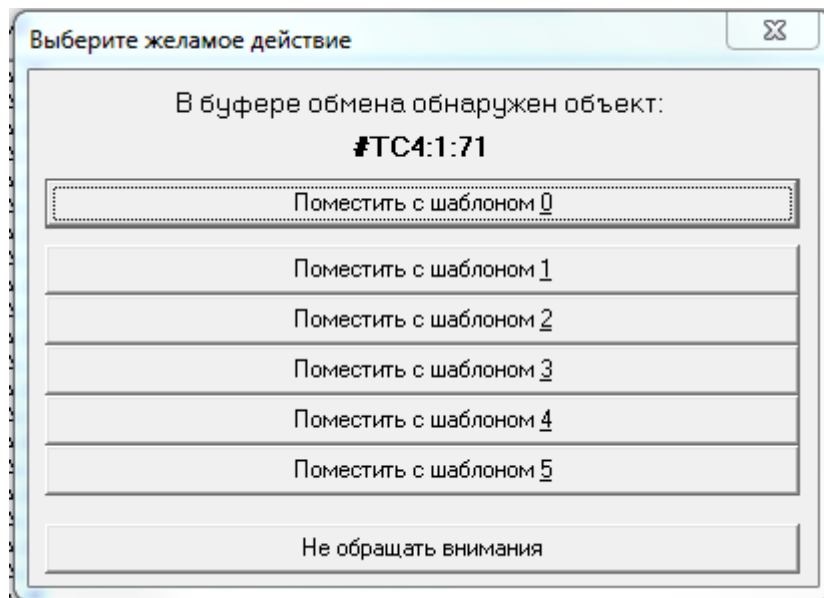
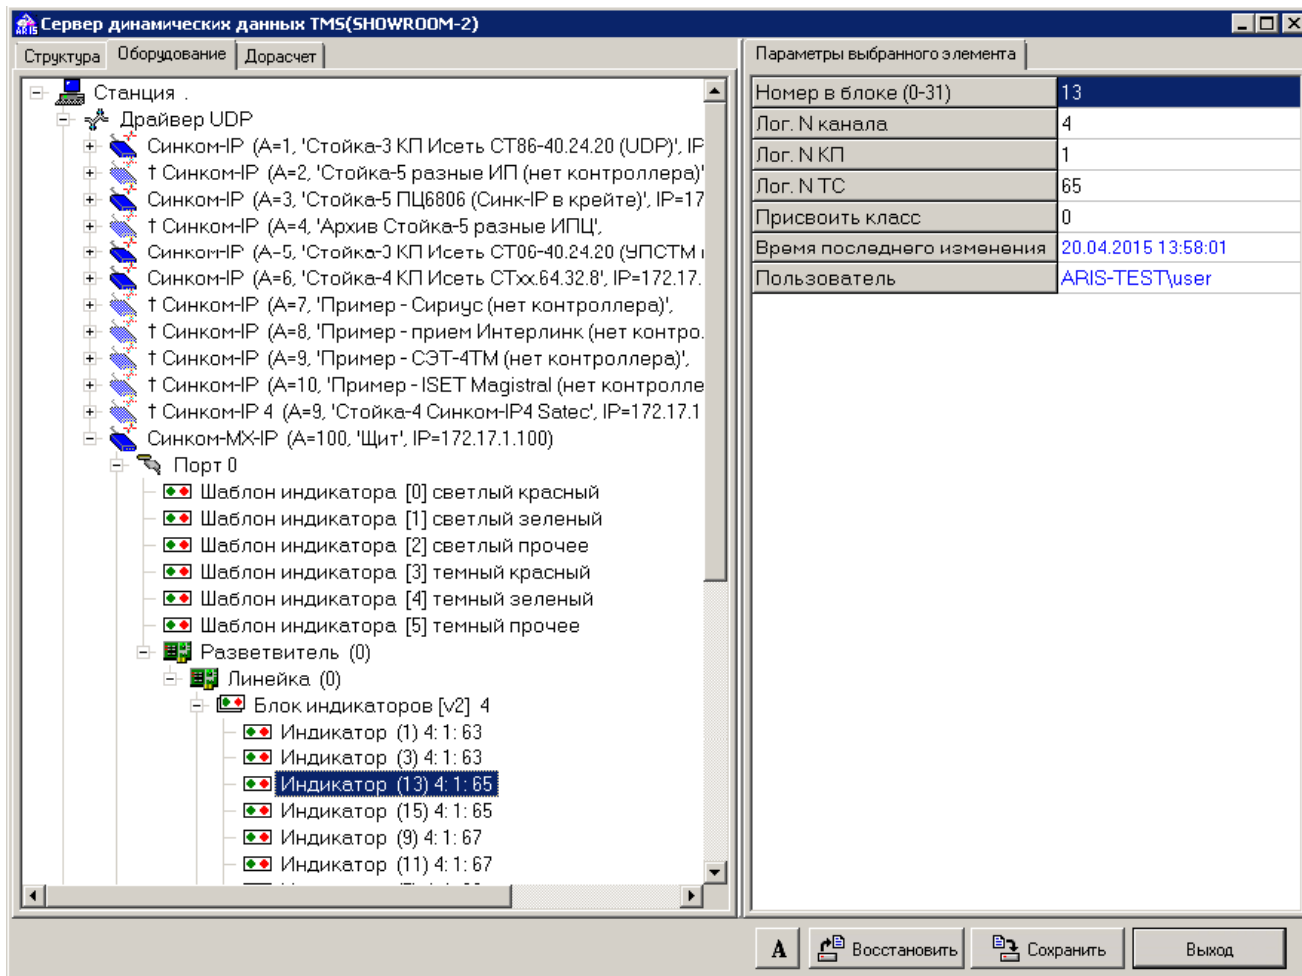

Рис. 9 Окно выбора шаблона при описании индикатора
Рис. 10 Описание индикатора в настройках сервера динамических данных
5. В окне TMS-монитора при выбранном ТС, который нужно привязать ТС щелкнуть левой клавишей мышки (ЛКМ) на кнопке  «Буфер обмена». Откроется окно выбора шаблона для описываемого ТС (см. Рис. 9).
7. В окне (см. Рис. 9) ЛКМ выбрать шаблон описания привязываемого индикатора. Описание индикатора автоматически добавится в настройках «Оборудования» сервера динамических данных (см. Рис. 10).